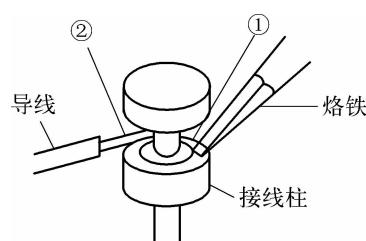

图 1-2-18 焊料供给要领
⑤ 保证焊接质量的因素:手工焊接是利用电烙铁加热焊料和被焊金属,实现金属间牢固连接的一项工艺技术。这项工作看起来十分简单,但要保证众多焊点的均匀一致、个个可靠却是十分不容易的,因为手工焊接的质量是受多种因素影响和控制的。通常应注意以下几个保证焊接质量的因素:
- 焊料供给要领:要掌握好焊料供给时机,即在焊点达到焊接温度时,及时供给焊料,这时焊剂最容易在金属表面起作用,促使焊料润湿被焊金属。同时,焊料供给的位置和顺序要正确,如图 1-2-18 所示,先在烙铁头接触的被焊金属处供给少量焊料(图中①处),这样可以加快热传导;然后再向距烙铁头加热点最远的位置供给焊料(图中②处)。应当指出,供给焊料时,绝不能用烙铁